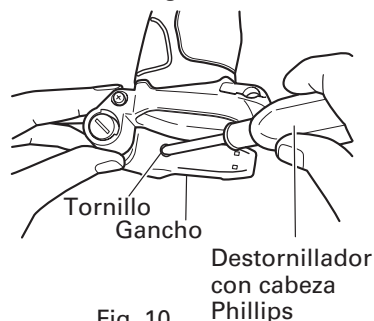

Fig. 10
(1) Afloje el tornillo de gancho con un destornillador tipo Phillips (Núm. 1) (Fig. 10)